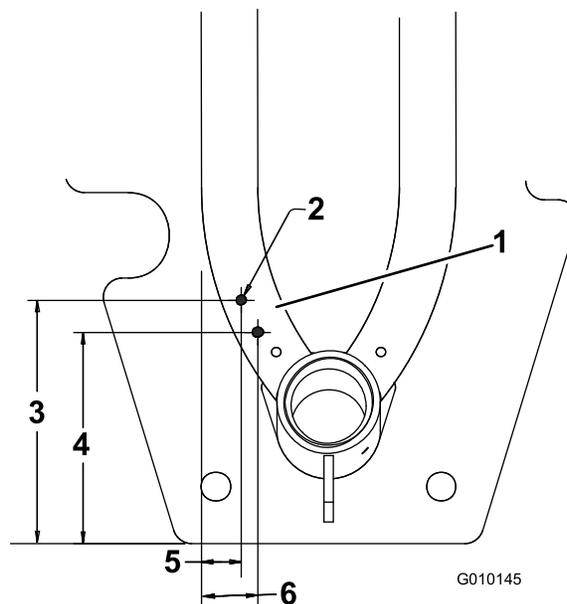

Figura 7
10. Utilizando o suporte do anteparo como modelo e com as dimensões mostradas em Figura 7, localize, marque e fure (2) furos de 7,1 mm de diâmetro no tubo da estrutura. Dimensões mostradas em Figura 7 são para referência de localização do suporte.
Nota: Figura 7 é mostrado como visto a partir da parte inferior da máquina.